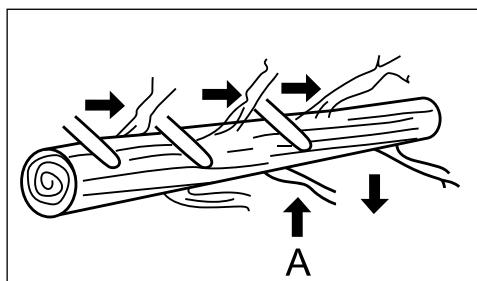

Рис. 8
- открутите крышку масляного бачка 1 и слейте через маслозаливную горловину 2 цепное масло (рис. 8);
Обрезка ветвей производится с поваленного дерева. Не отрезайте ветки, поддерживающие ствол и не позволяющие ему скатиться (A, рис. 8), пока не распишите ствол.